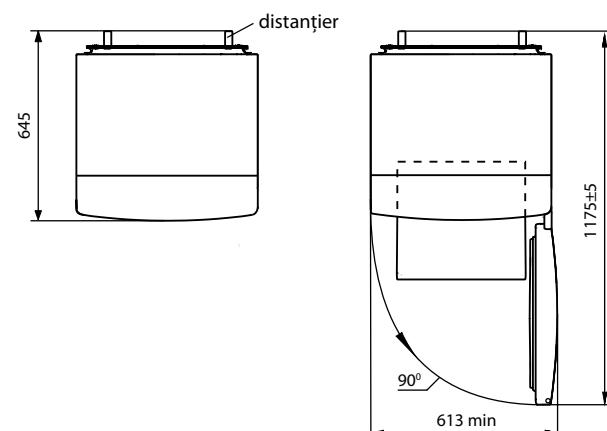

Figura 2 — Frigiderul (vedere de sus)
1.4 Spatiul total necesar pentru funcționarea frigiderului se determină de dimensiunile, indicate în milimetri în figura 2. Pentru extragerea liberă a pieselor de completare din frigider este necesar de deschis ușa la unghiul nu mai mic de 90°.